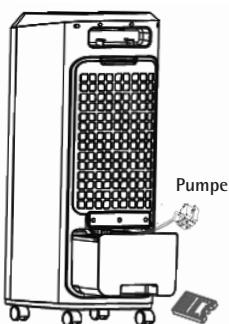

Abb. 2
- b) Heben Sie die Wasserpumpe, die nun sichtbar wird, etwas an und ziehen Sie den Tank dann komplett aus dem Gerät (Abb. 2).
- c) Nehmen Sie den Kühlakku aus dem Tank und wechseln Sie ihn gegen einen gekühlten, wenn Sie die Kühlfunktion einschalten wollen (Abb. 2).